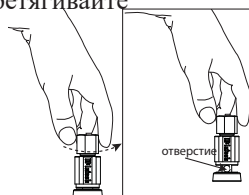

Рисунок 08 – Отверстие выходного терминала
- Поворачивайте наконечник выходного разъема против часовой стрелки, пока не появится отверстие (Рисунок 08).
- Вставьте соединительный кабель громкоговорителя в отверстие на клемме выходного разъема или в отверстие кабельного наконечника вокруг центрального стержня выходного разъема (Рисунок 08).